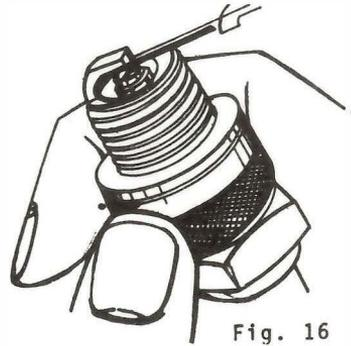

Fig. 16
c. Mida la distancia entre los electrodos (Fig.16), según especificaciones.